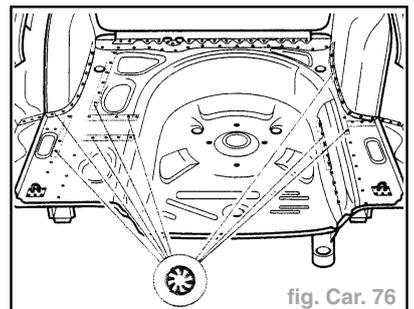

fig. Car. 76
- Souder la soudure restante, cordon en bouchon sous atmosphère inerte (fig. Car. 76).